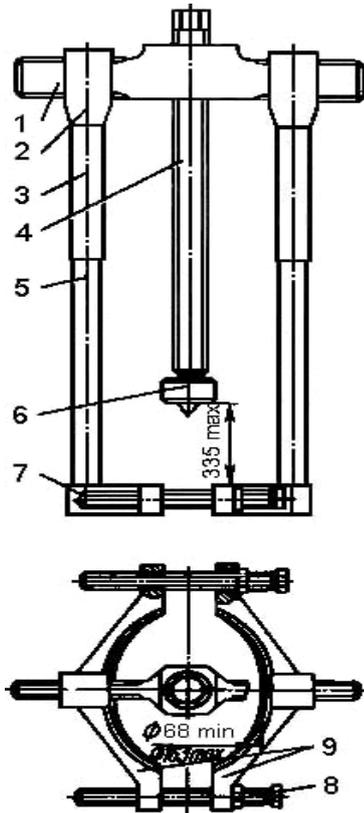
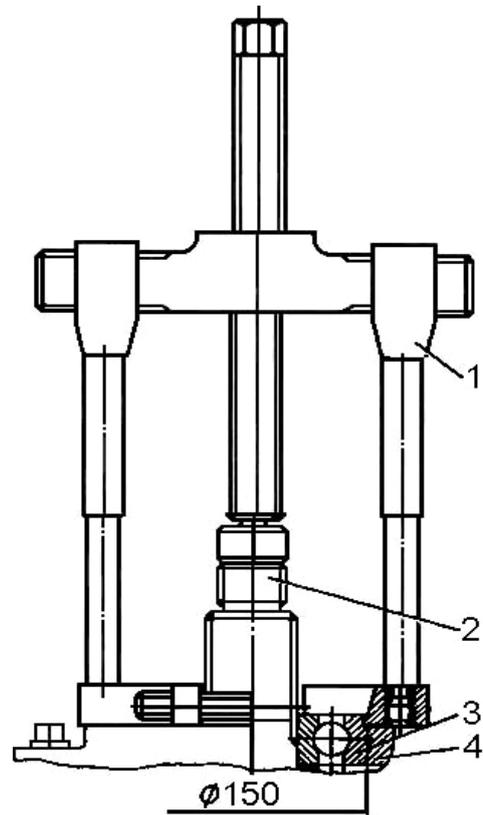

Рис. 10. Съемник для снятия подшипников и шестерен раздаточной коробки:
Рис. 11. Выпрессовка переднего подшипника первичного вала:
Универсальным съемником (рис. 10) выпрессовать передний подшипник первичного вала (рис. 11).
21. С помощью съемника (см. рис. 10) спрессовать дифференциал 96 (см. рис. 9), шестерню 68 привода промежуточного моста, опорную шайбу, шлицевую втулку 69 муфты блокировки дифференциала, внутреннюю обойму заднего подшипника 38 и снять их с промежуточного вала.